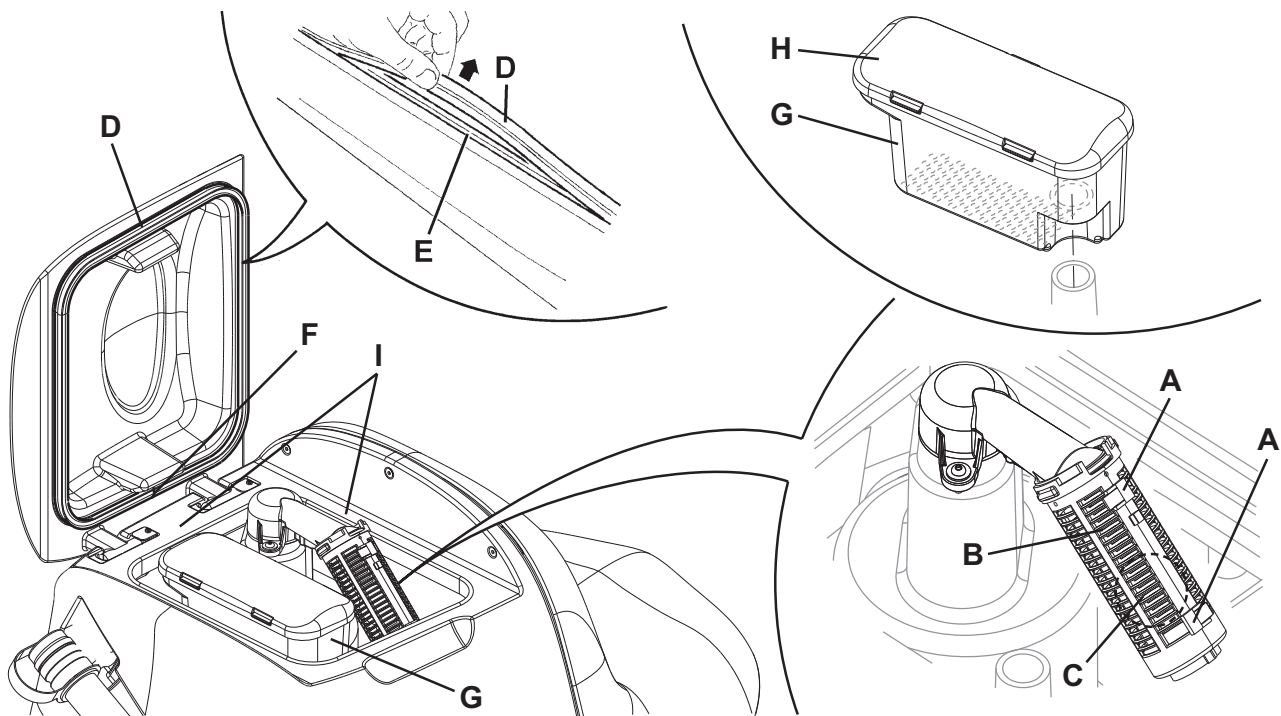

Abbildung 8
5. Ansauggitter (27) reinigen, Haltevorrichtungen (A, Abb. 8) lösen, Gitter (B) öffnen und Schwimmer (C) entnehmen. Sorgfältig reinigen und wieder einbauen.
6. Behälter mit Schmutzfanggitter (26) reinigen, Sammelbehälter (G) herausnehmen und Deckel (H) abnehmen. Sorgfältig reinigen und wieder auf dem Ansaugrohr montieren.
7. Die Unversehrtheit der Deckeldichtung (D) des Tanks prüfen.